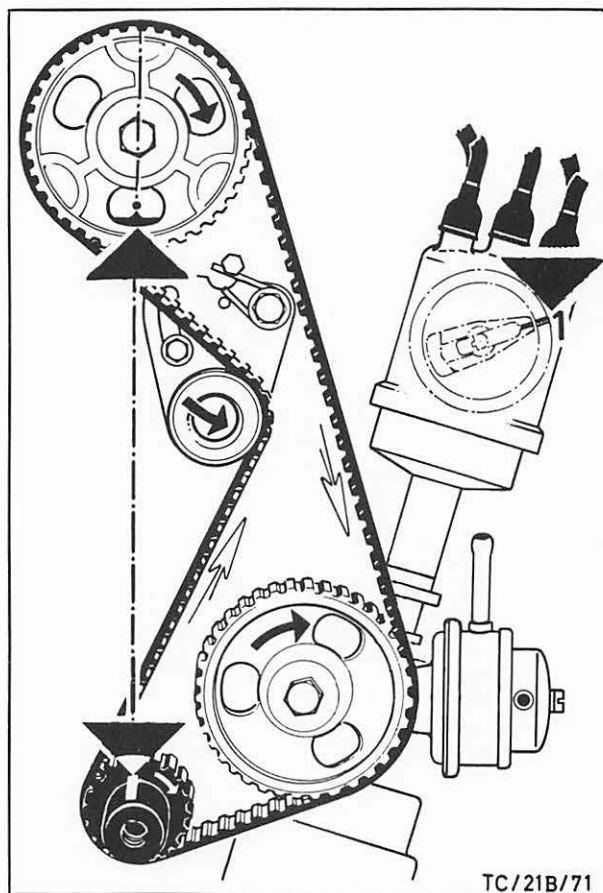

Abb. 325 Kolben des 1. Zylinders auf O.T.-Stellung
12. Überprüfen, ob Nockenwelle und Kurbelwelle auf O.T.-Markierung 1. Zylinder stehen. Zündverteiler einbauen und ebenfalls auf Markierung 1. Zylinder stellen, Abb. 325.